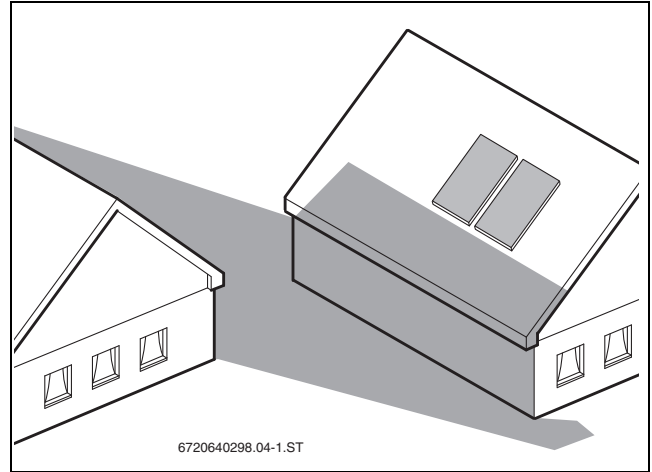

Рис. 11
- Не допускайте затенения (→ рис. 11).